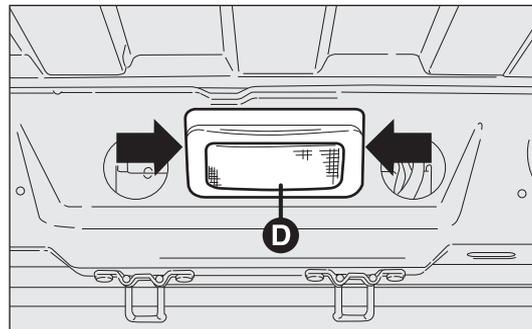
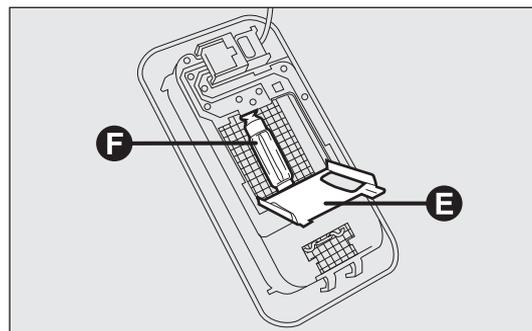

fig. 196
fig. 197
- actúe en los puntos indicados por las flechas y quite el plafón D-fig. 196;
- abra la tapa de protección E-fig. 197;
- sustituya la lámpara F-fig. 197 desconectándola de los contactos laterales y asegurándose de que la lámpara nueva quede correctamente bloqueada entre los mismos contactos;
- cierre la tapa de protección E-fig. 197 y vuelva a colocar el plafón D-fig. 196 en su alojamiento asegurándose de que quede correctamente bloqueado.